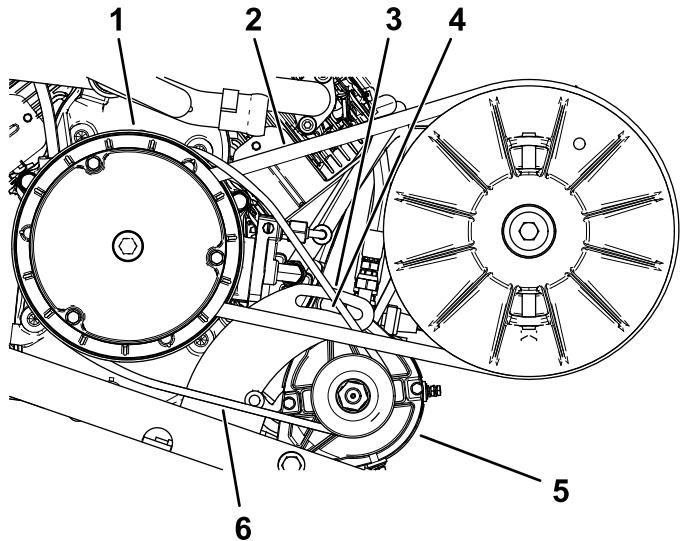

Bild 70
2. Lösen Sie die Drehmutter für den Startergenerator (Bild 70).
4. Drücken Sie das Stemmeisen nach unten, um den Starter nach unten im Schlitz zu drehen, bis die Riemenspannung nur eine Riemendurchbiegung von 6 mm erlaubt, wenn Sie eine Kraft von 44 N·m aufbringen (Bild 70).
5. Ziehen Sie die Drehmutter mit der Hand an und entfernen das Stemmeisen (Bild 70).